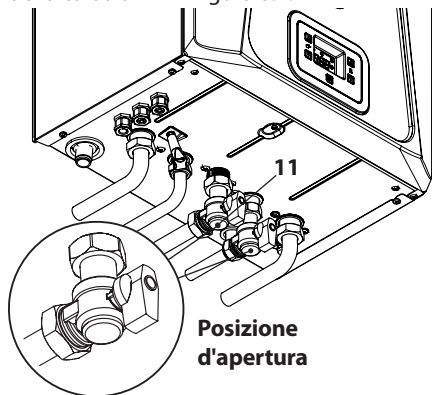

Figura 6.1
- Aprire il rubinetto del contatore gas e quello della caldaia 11 in Figura 6.1.